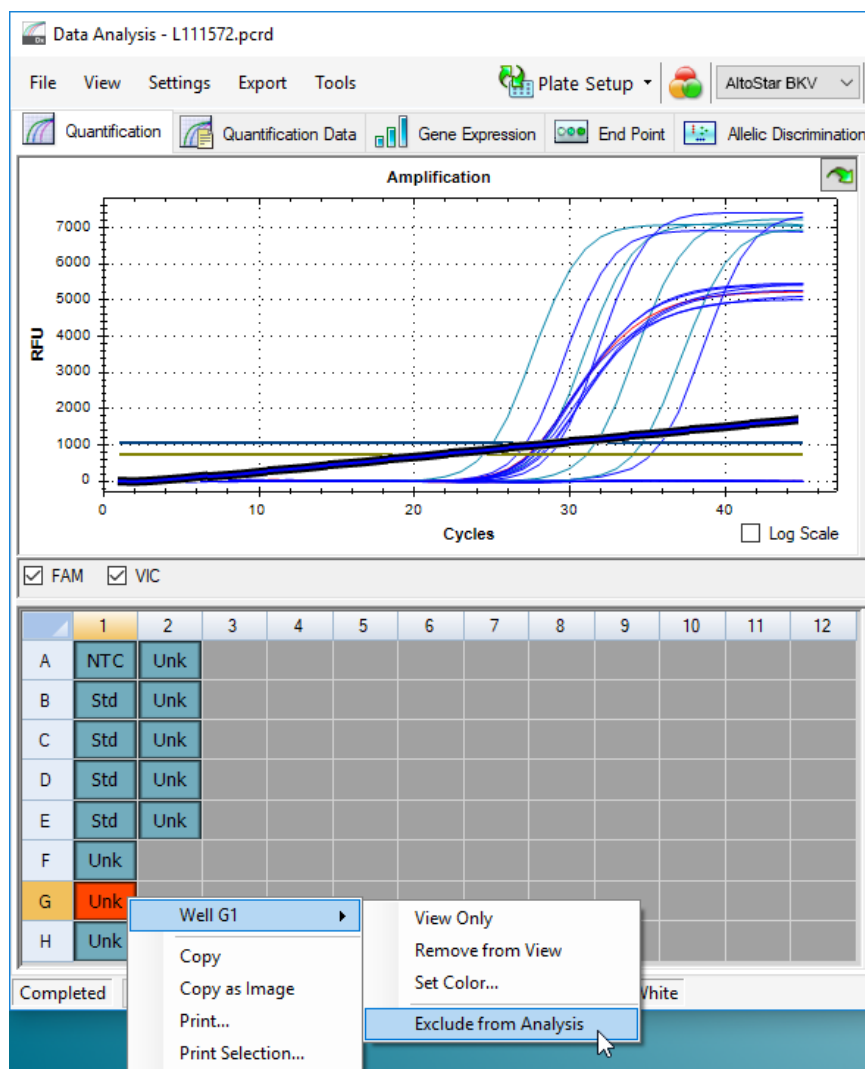

Abb. 7: Fenster Data Analysis (Datenanalyse): Well von der Analyse ausschließen
- Klicken Sie mit der rechten Maustaste auf jedes der betroffenen Wells und wählen Sie **Well... → Exclude from Analysis** (Well... → Von der Analyse ausschließen) (siehe Abbildung 7).